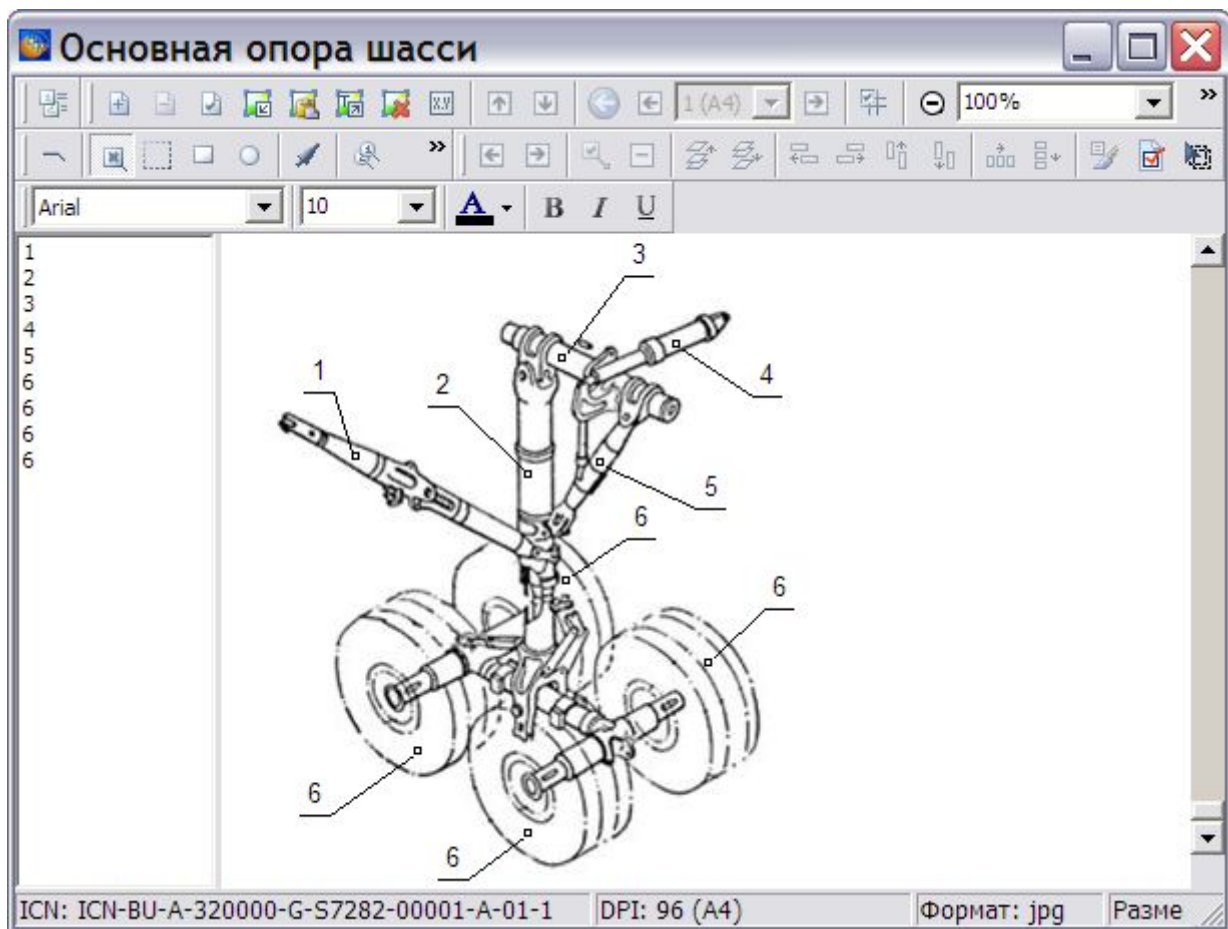

Рис. 5.21
4. Нажмите **ОК**. При этом изображение появится в окне создания иллюстраций. Расставьте выноски, как показано на Рис. 5.21. Подробно о расстановке выносок, а также об использовании всех инструментов смотрите в подразделе «**Расстановка выносок**» раздела 3.3.5.